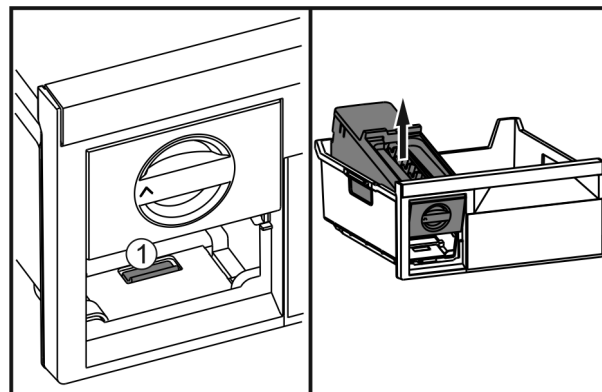

Fig. 40
- ▶ Нажать на накладку Fig. 40 (1), EasyTwist-Ice поднять сзади и вынуть из выдвигного ящика морозильника.